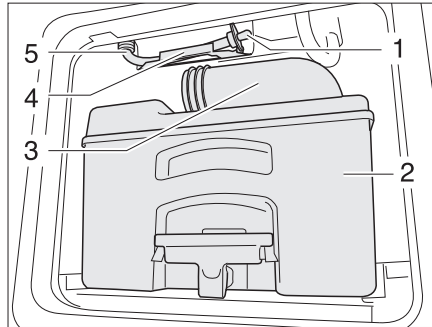

Fig. 256 Tuyau d'écoulement réservoir d'eau toilettes
- Vider la cassette (Fig. 256,2) dans une station d'évacuation autorisée et la nettoyer.
- Laisser la tubulure d'évacuation (Fig. 256,3) ouverte.
- Retirer le tuyau d'écoulement (Fig. 256,5) de son support (Fig. 256,4).
- Retirer le bouchon d'écoulement (Fig. 256,1) et laisser s'écouler le reste d'eau.